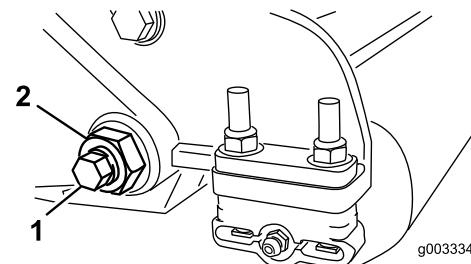
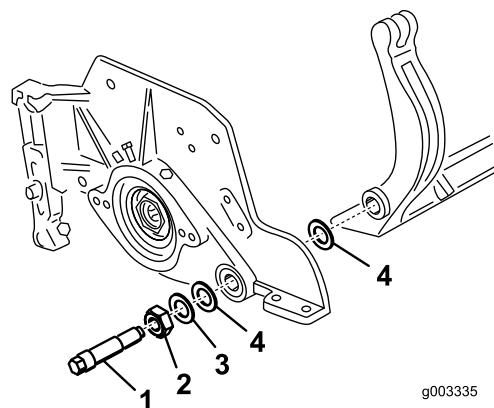

Figura 30
Figura 31
3. En cada lado de la máquina, afloje la contratuerca que fija el perno de la barra de asiento (Figura 30).
4. Retire todos los pernos de la barra de asiento, para poder tirar de la barra hacia abajo y retirarla de la máquina (Figura 30). Guarde las 2 arandelas de nylon y la arandela de acero troquelado de cada extremo de la barra de asiento (Figura 31).
4. Coloque una arandela de acero por fuera de cada arandela de nylon (Figura 31).
Apriete los pernos de la barra de asiento a entre 27 y 36 N·m. Apriete las contratuercas hasta que la arandela de acero exterior deje de girar, y la holgura quede eliminada, pero no apriete demasiado ni desvíe las chapas laterales. Las arandelas del interior pueden tener cierta holgura (Figura 31).